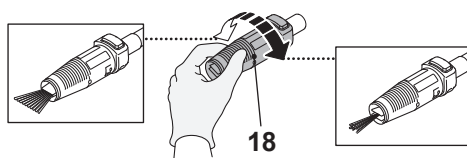

Fig. 9
2. Gire la boquilla Vario para ajustar el chorro de agua dependiendo de la superficie a limpiar (Fig. 9).